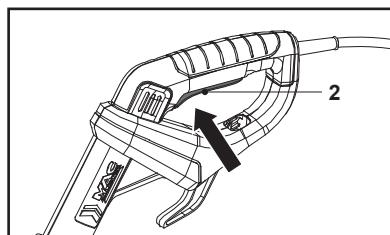

Fig. 13
1. Sostenga el producto con una mano en la empuñadura auxiliar (15) y la otra en la empuñadura principal (1).
2. Presione el interruptor de encendido/apagado (2) para encender el producto (Fig. 13).
3. Suelte el interruptor de encendido/apagado (2) para apagar el producto.